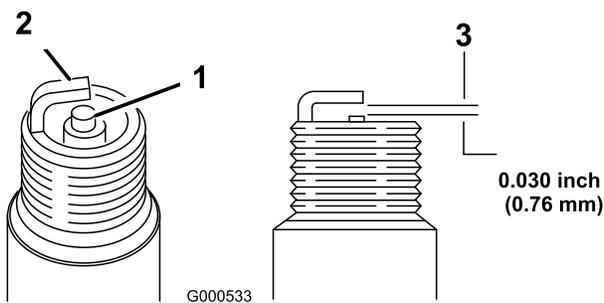

Figura 32
11. Ajuste la distancia entre los electrodos a 0.76 mm (0.030 pulgadas) (Figura 32).